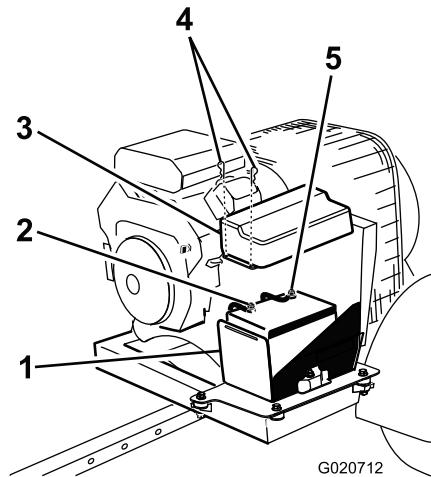

図5
3. 黒いケーブル（-）をバッテリーの（-）端子に取り付ける(図5)。
2. プラス・ケーブル（赤いケーブル）をバッテリーのプラス（+）端子に取り付ける(図5)。